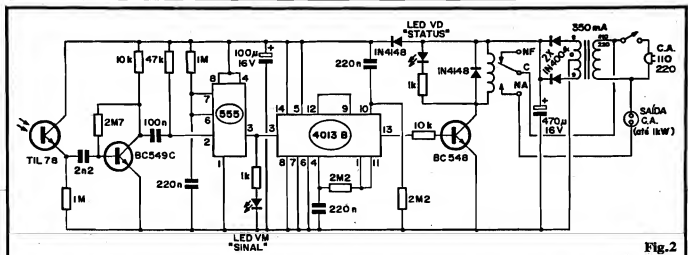

Fig.2
- FIG. 2 - O CIRCUITO (RECEPTOR/SÁDA DE POTÊNCIA) - Ainda que utilizando técnicas híbridas de circuitagem, embutindo Integrados, transistores e relé, o arranjo não pode ser considerado complexo, mantendo a quantidade geral de componentes relativamente baixa, custo final compatível e sensível "descomplicação" na própria montagem (o que mais interessa ao Hobbyista...). Analisando o circuito, no "sentido convencional" de trânsito dos sinais e controles (da esquerda para a direita...), temos, inicialmente, um foto-transistor (tipo TL78), polarizado pelo resistor de 1M. O dito foto-sensor deteta os pulsos infra-vermelhos emitidos pelo transmissor do CRIVELD e os "traduz" em (ainda tênues) sinais elétricos, rápidas modificações de Tensão, no seu emissor... Esses sinais são levados pelo capacitor de 2n2 (o baixo valor restringe a sensibilidade do estágio a Frequências outras, que não a de comando...) ao terminal de base de um transistor de alto ganho